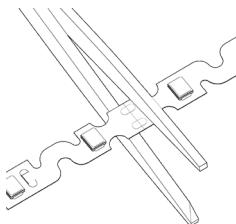

Рисунок 2.
- 5.3. Определите необходимую длину ленты. Ленту рекомендуется разрезать¹ ножницами между контактными площадками для пайки. Места для резки промаркированы (см. Рисунок 2). Не допускается резка ленты в других местах.